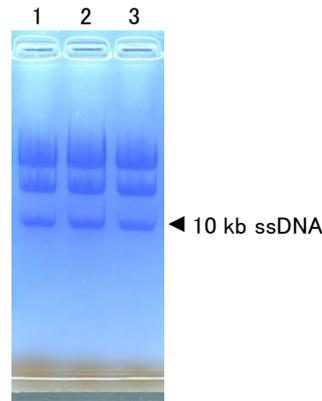

図4 切り出し用アガロースゲル電気泳動.
- ssDNAの青色のバンドの移動を確認しながら泳動を行い、十分にバンドが分離できた時点で泳動を止める(図4)。^{*9, *10, *11}